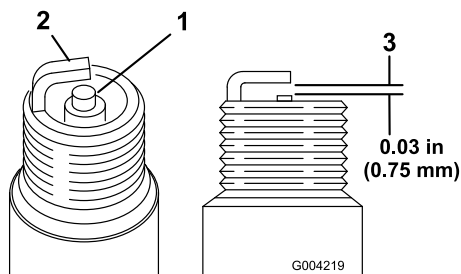

Bild 37
1. Sehen Sie sich die Mitte der Zündkerzen an (Bild 37). Wenn der Kerzenstein hellbraun oder grau ist, ist der Motor richtig eingestellt. Eine schwarze Schicht am Kerzenstein weist normalerweise auf einen schmutzigen Luftfilter hin.
2. Prüfen Sie den Abstand zwischen den mittleren und seitlichen Elektroden (Bild 37).
3. Verbiegen Sie die seitliche Elektrode (Bild 37), wenn der Abstand nicht stimmt.